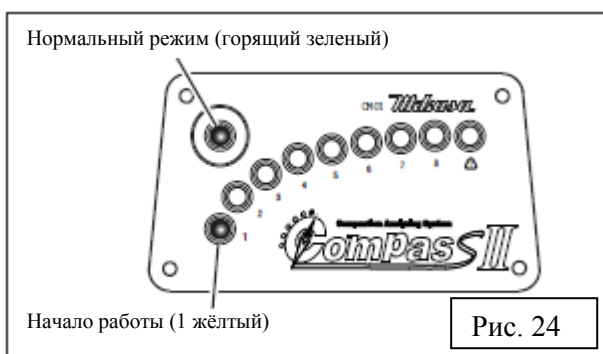

Рис. 24
В нормальном режиме работы загораются светодиоды зелёного цвета. По мере увеличения числа оборотов загорается желтый светодиод (1). Далее загораются остальные индикаторы (2-8). Срабатывание откалиброванного индикатора означает, что процесс уплотнения грунта завершён (см. рис. 24).